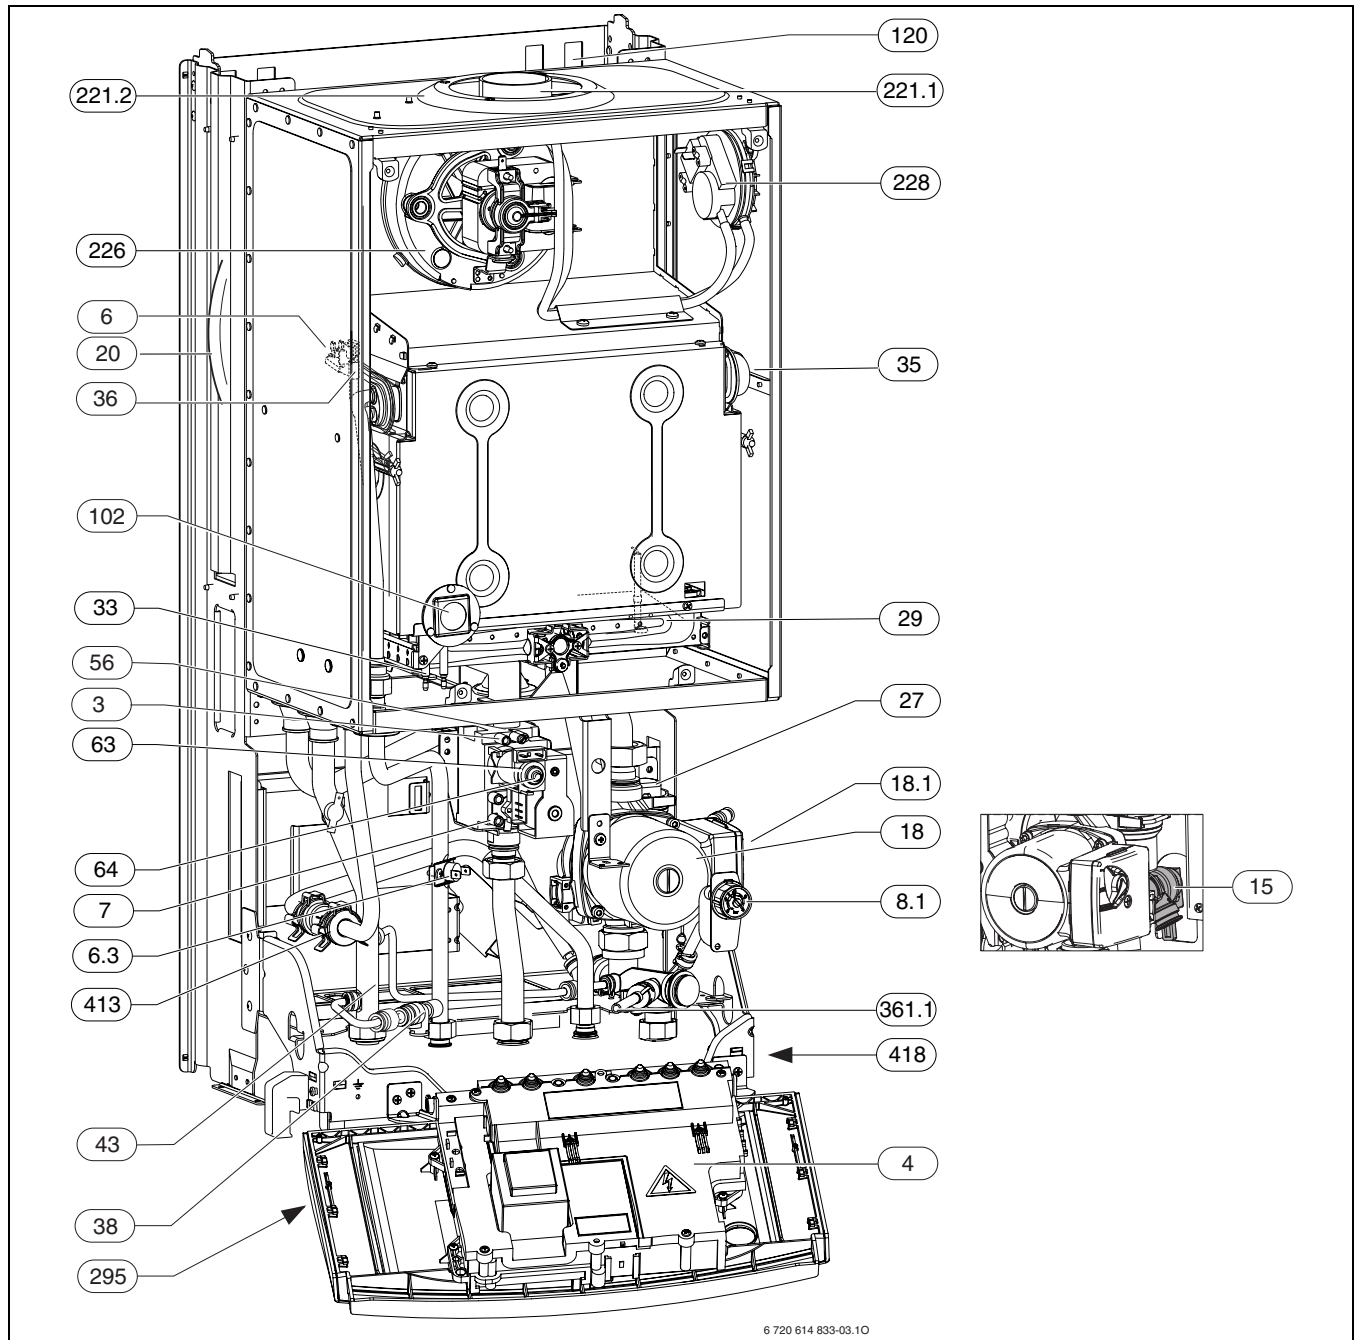

Fig. 3
La targa di caldaia (418) si trova sulla traversa, in basso a destra (fig. 3).